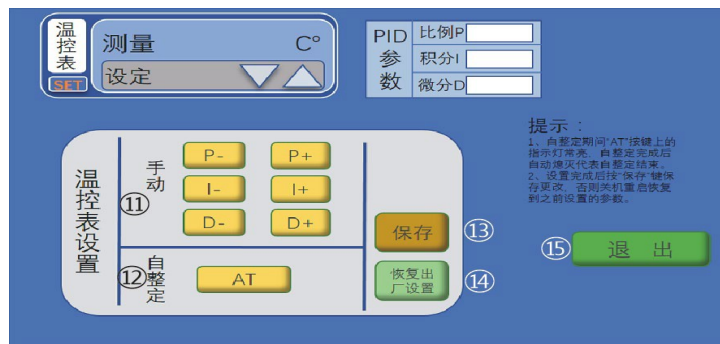

图 8 温控表设置界面图
- 1.“SET”：用于温控表 PID 参数设置，进入 PID 设置界面如图 8 所示，进入前防止误操作会弹出键盘框输入密码才能进入，密码为 1234；